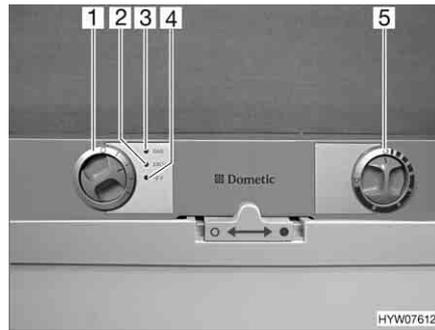

Fig. 207 Boutons de commande pour le réfrigérateur (Dometic Série 7)
- Placer le sélecteur de source d'énergie (Fig. 207, 1) sur "GAS".
- Régler le bouton tournant (Fig. 207, 5) sur la puissance maximale. L'arrivée de gaz est ouverte. L'allumage s'effectue de manière automatique. Un tic-tac est distinctement perceptible jusqu'à ce que la procédure d'allumage soit effectuée avec succès. Le voyant de contrôle "GAS" jaune (Fig. 207, 3) s'allume.
- Placer le sélecteur de source d'énergie (Fig. 207, 1) sur "230 V". Le voyant de contrôle "230 V" vert (Fig. 207, 2) s'allume.
- Régler la température de réfrigération avec le bouton tournant (Fig. 207, 5).
- Placer le sélecteur de source d'énergie (Fig. 207, 1) sur "12 V". Le voyant de contrôle "12 V" vert (Fig. 207, 4) s'allume.